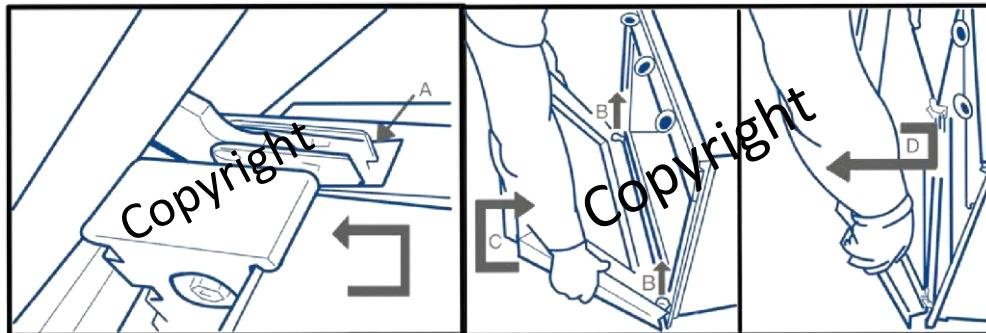

Figura 2
3. Chiudere lentamente lo sportello fino a quando non si innesta in una battuta intermedia (posizione A). Quindi sollevare con cautela lo sportello (B) e ruotarlo leggermente (C) fino a quando non si sgancia dalle cerniere (D) (vedi figura 2).